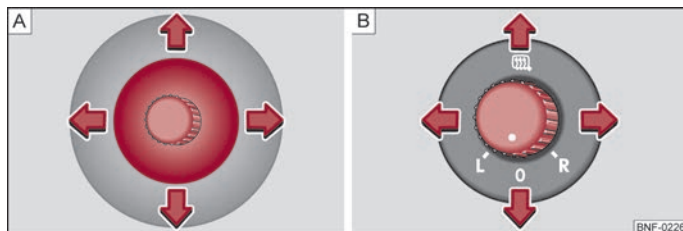

Bild 32 I dörren, ställknapp/vridknapp: för den mekaniska ytterspegeln/för den elektriska ytterspegeln
- Ställ spegelytan med ställknappen i önskad position ⇒ bild 32 - [A]. Spegelglaset rör sig i samma riktning som ställknappen.
- Ställ vridknappen i läge ☐ ⇒ bild 32 - [B].
- Ställ vridknappen i läge L ⇒ bild 32 - [B]. Spegelglaset rör sig i samma riktning som vredet.